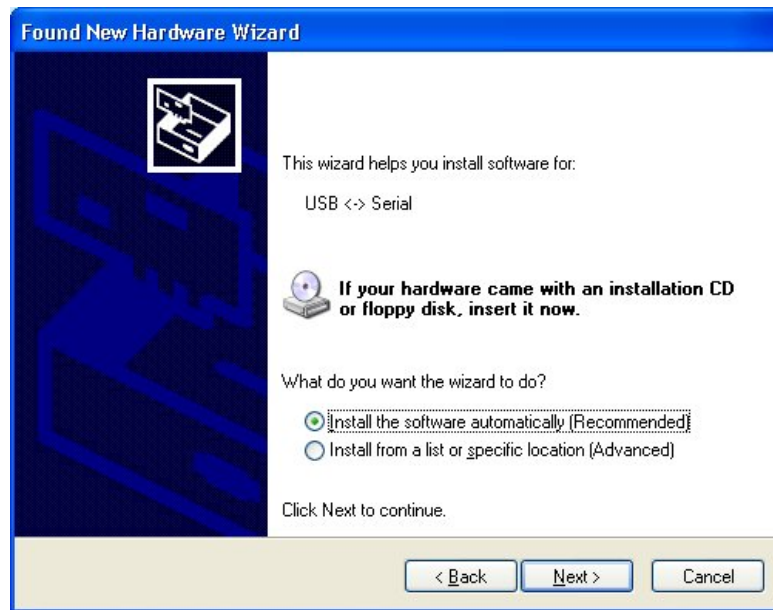

Figura 5: Windows necesita saber dónde encontrar el software.
4. Se mostrará un nuevo diálogo. Windows pregunta dónde encontrar el software. Seleccione **Instalar desde una lista o ubicación específica (Avanzado)** (consulte la Figura 5). Presione el botón **Siguiente**.